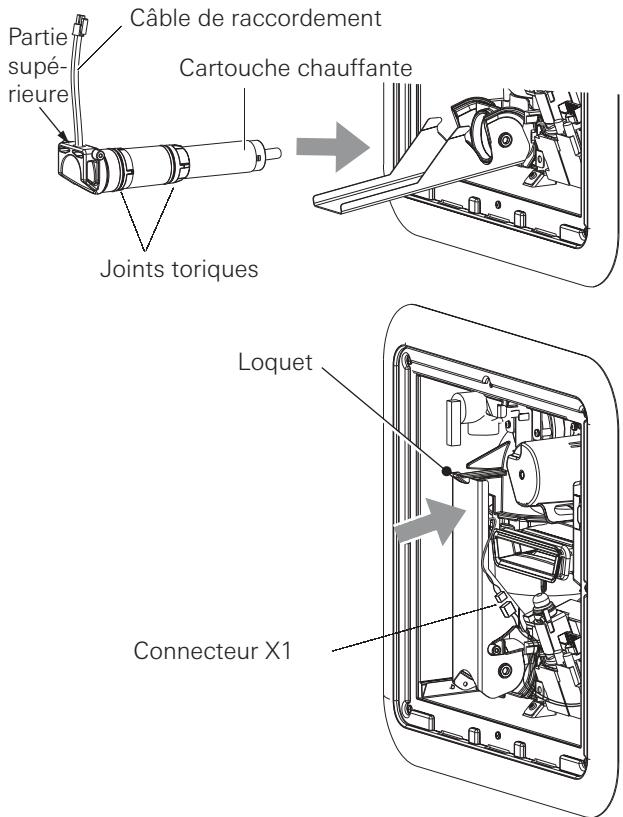

Fig. 4b
9. Installez la cartouche chauffante, comme indiqué à la Fig. 4b. Vérifiez si la cartouche est correctement installée, puis refermez le levier « Easy Drain Lever » jusqu'à ce qu'il soit bloqué en place par le loquet. Vous entendez un « déclic » lorsque le levier est bien engagé.